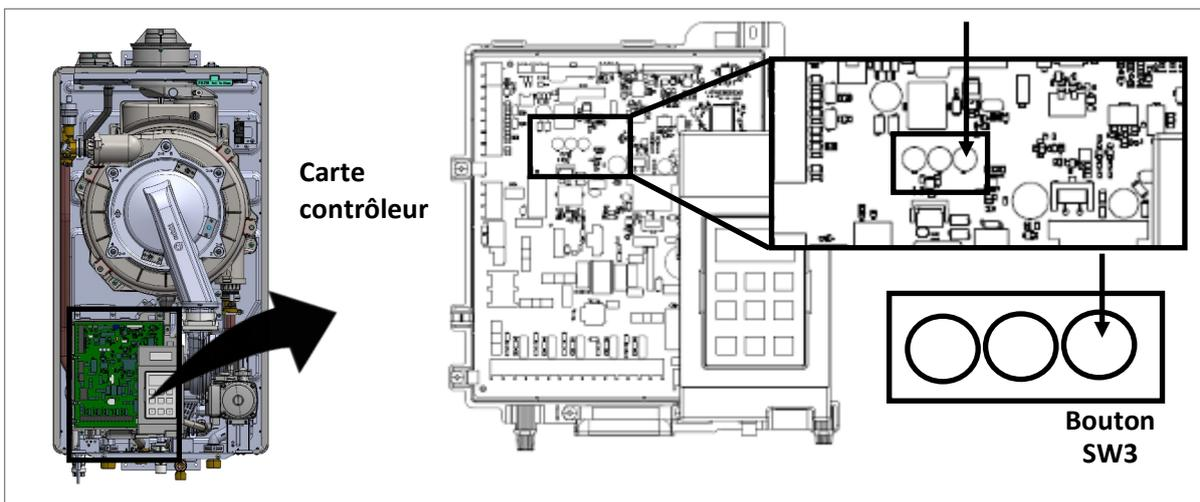
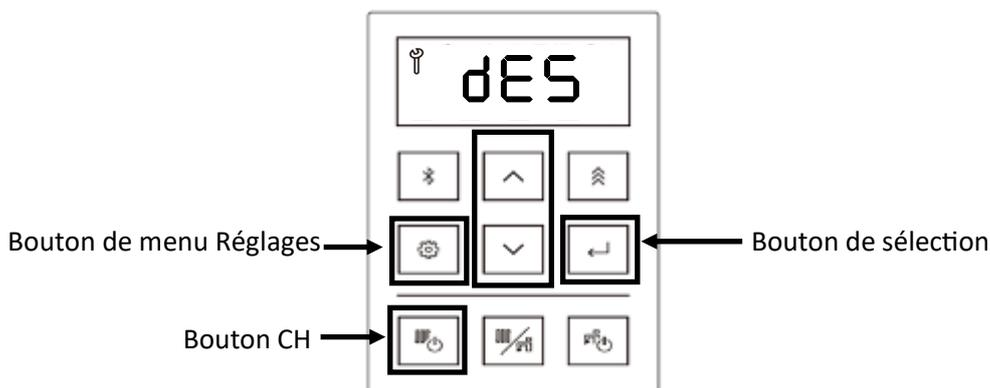

Figure 145
Figure 146
4. Appuyer sur le bouton SW3 de la carte contrôleur (figure 145).
5. Appuyer sur la touche fléchée haut ou bas du contrôleur pour sélectionner dES (détartrage) (figure 146).
6. Appuyer sur la touche de sélection pour sélectionner dES (figure 146).
Remarque : Si vous devez annuler cette procédure, vous pouvez appuyer sur le bouton du menu Paramètres du contrôleur (Figure 146) ou appuyer sur le bouton SW3 de la carte à circuit imprimé (Figure 145).